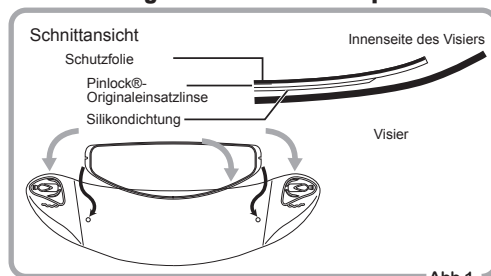

Abb.1
- ① Drücken Sie die Seite mit der Silikondichtung der Pinlock®-Originaleinsatzlinse auf die Innenseite des Visiers, ohne die Schutzfolie von der Linse abzuziehen. Drücken Sie gleichzeitig die Pinlock®-Originaleinsatzlinse in die Innenseite des Visiers, indem Sie sie in die Exzenterstifte einrasten lassen. (Abb. 1 und 2)